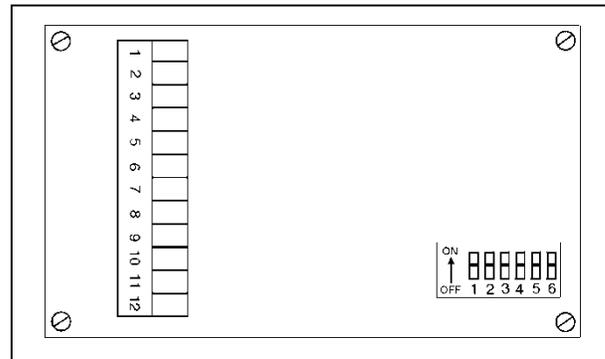

Abbildung 2. Stecker und Schalter auf der PIB-Platine
Die Standardeinstellung ab Werk ist „1-fach“. Der Schalter ist geschlossen (AN). Um die eingehenden Impulse zu verdoppeln, stellen Sie den Ka-I-Schalter für den eingehenden Impuls auf AUS. Die Schalter befinden sich, wie oben in Abbildung 2 gezeigt, auf den PBI-Platinen. Die PBI-Platine, die sich auf der EAAI-Platine befindet, ist für die Impulseingänge 1 bis 6 zuständig. Die PBI-Platine, die sich auf der BSE-Platine befindet, ist für die Impulseingänge 7 bis 12 vorgesehen.